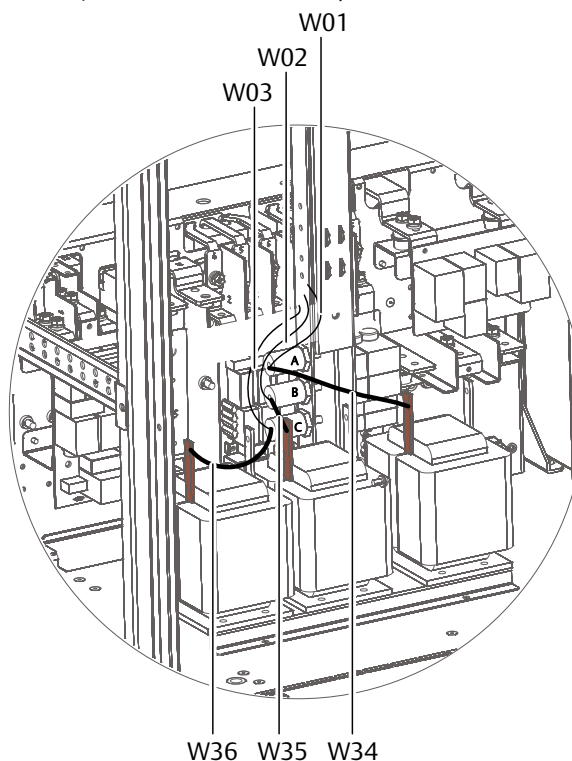

Figure 8-5 Соединения индукторов (3)
d) При помощи винтов M6 × 16 SEMS подключите другой конец W34 к одному концу отключенного кабеля W01 на изоляционной клемме PA, величина крутящего момента 4,8 Нм. Затем соедините W35 и W02 с изоляционной клеммой PB, W36 и W03 на изоляционной клемме ПК. См. Figure 8-5.